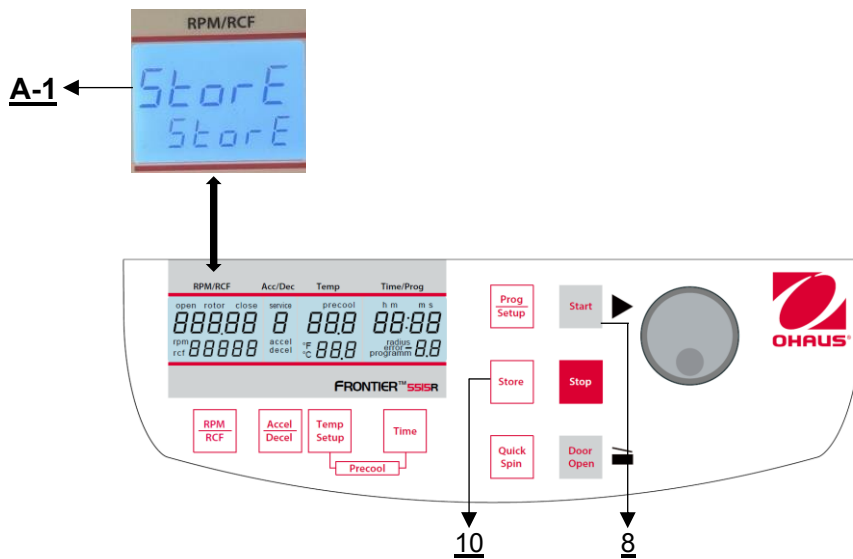

Figura 30
Tutte le impostazioni modificate devono essere confermate con il tasto **"Start"** (8) o **"Store"** (10). La parola **"Store"** appare sul display **"RPM | RCF"** (A-1) - Solo allora le preselezioni sono valide (**vedere Figura 30**). Dopo aver memorizzato le impostazioni, è possibile passare nuovamente alla modalità di programma normale spegnendo la centrifuga per un breve periodo.